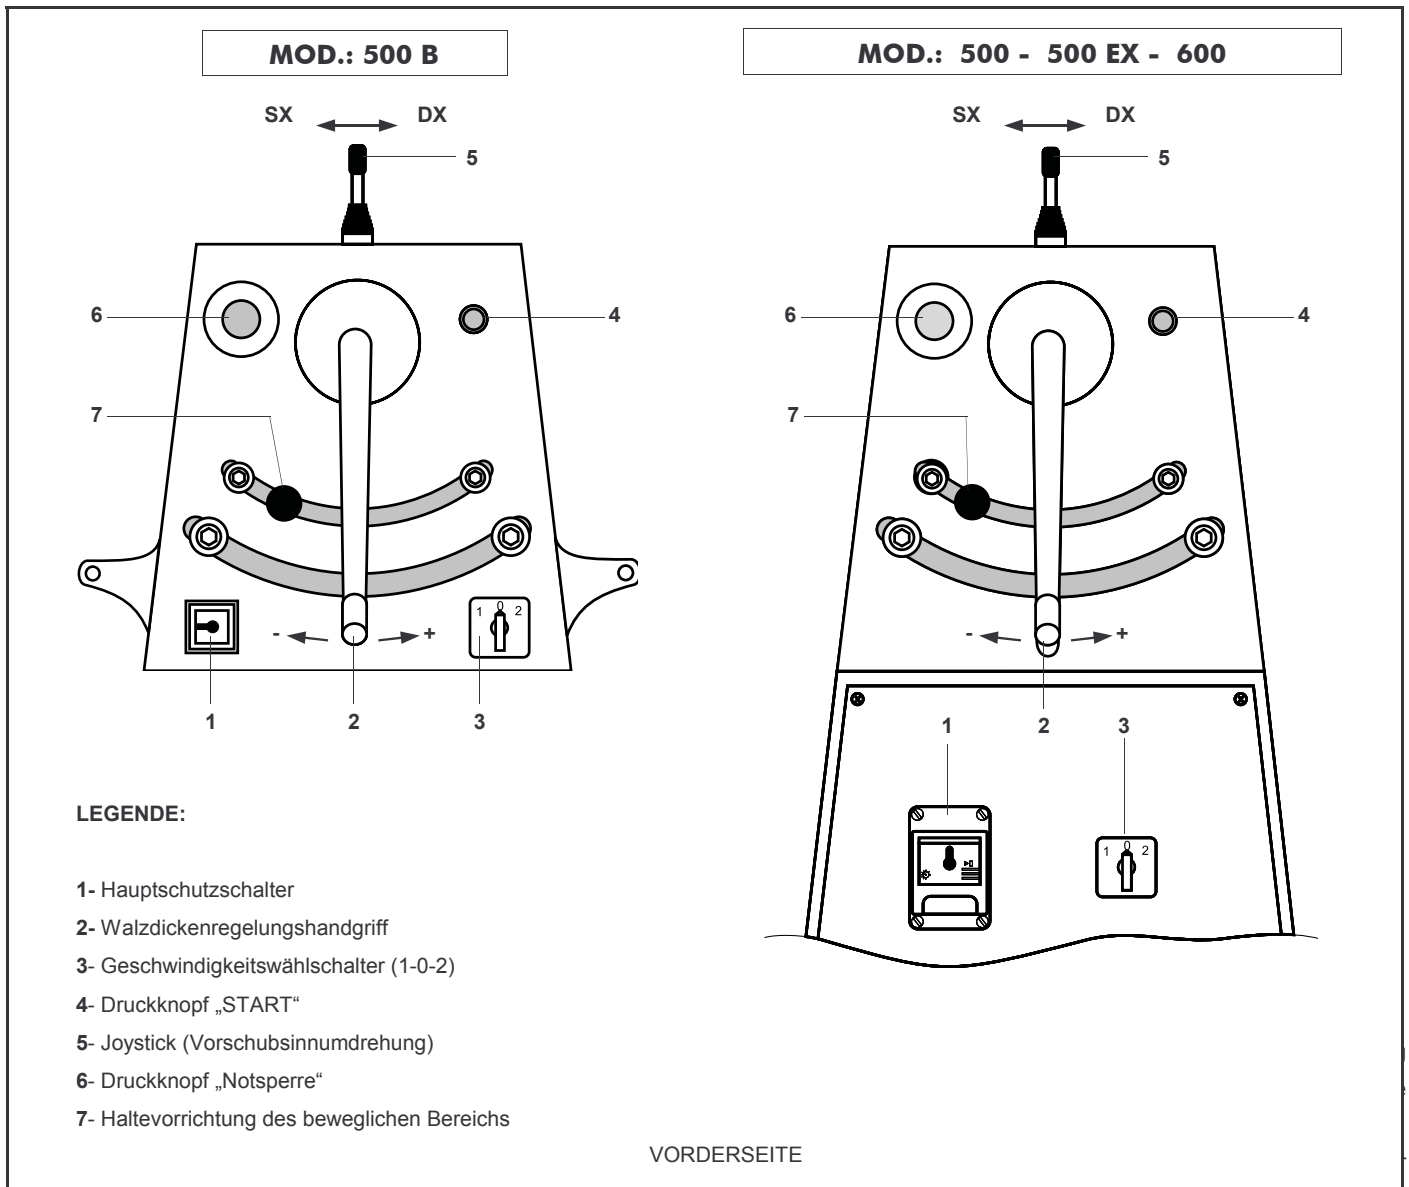

FIG. 8 (Steuer- und Kontrolltafel)
Sie besteht aus den auf der Vorderseite der Maschine aufgestellten Komponenten (**FIG. 8**). Der beauftragte Bediener muss auf diese Komponenten für den Gebrauch und den Betrieb der Maschine Bezug nehmen.
- 6- Prüfen, dass der **Hauptschutzschalter** (FIG. 8-Bez. 1) auf "OFF" und der **Geschwindigkeitswählschalter** (FIG. 2-Bez. 3) auf "0" eingestellt sind;
- 1- Die Maschine speisen, indem man den **Hauptschalter** (FIG. 8 - Bez. 1) auf "ON" einstellt;
- 2- Die gewünschte Geschwindigkeit durch den **Geschwindigkeitswählschalter** (FIG. 8 - Bez. 3 - Stellung 1-2) einstellen;
- 3- Die Walzdicke des Teigs durch den **Handgriff** (FIG. 8 - Bez. 2) regeln;
- 4- Die Maschine durch den Druckknopf "START" (FIG. 8 - Bez. 4) starten;
- 5- Durch den **Joystick** (FIG. 8 - Bez. 5) den Vorschubsinn der Förderbänder auswählen;
- 7- Wenn die gewünschte Blätterteigdicke erzielt wird (Zyklusende), den **Geschwindigkeitswählschalter** (FIG. 8 - Bez. 3) auf "0" einstellen (Stand-by = die Förderbänder und die Walzzyylinder halten sich) **und den Blätterteig entfernen**.
Die Notsperrung der Maschine kann durch das Drücken des Notsperrungs-Druckknopfes ausgeführt werden, der im Rahmen der Steuer- und Kontrolltafel aufgestellt ist (FIG. 8 - Bez. 6).
- 1- Prompt den **Notsperrungs-Druckknopf** (FIG. 8 - Bez. 6) drücken;
- 2- Die Maschine ausschalten, indem man den **Hauptschutzschalter** (FIG. 1 - Bez. 1) und den **Geschwindigkeitswählschalter** (FIG. 8 - Bez. 3) auf "0" einstellt;
- 1- Die Maschine ausschalten, indem man den **Hauptschutzschalter** (FIG. 8 - Bez. 1) und den **Geschwindigkeitswählschalter** (FIG. 8 - Bez. 3) auf "0" einstellt;